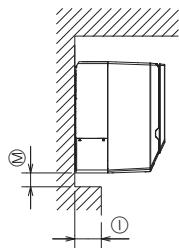

Fig. 2-2
⑤ Sortie d'air : ne placer aucun obstacle à moins de 1 500 mm, 59-1/16 pouces de la sortie d'air.
⑥ Surface du sol
⑦ Mobilier
⑧ Lorsqu'une traverse dépasse du mur de plus de 60 mm, 2-23/64 pouces, une distance supplémentaire est nécessaire car le flux d'air du ventilateur peut créer un cycle court.
⑨ 1 800 mm, 70-55/64 pouces minimum de la surface du sol (pour montage en hauteur)
⑩ 75 mm, 2-61/64 pouces ou plus avec tuyauterie gauche, arrière gauche ou inférieure gauche et installation d'une pompe de vidange en option. (Utilisez le crochet positionné sur la partie inférieure du panneau de montage si la dimension est comprise entre 55 mm, 2-11/64 pouces et 75 mm, 2-61/64 pouces (moins de 55 mm, 2-11/64 pouces : dimension incorrecte). Reportez-vous à la section 3.5. pour plus de détails.)
⑪ 350 mm, 13-25/32 pouces minimum avec installation d'une pompe de vidange en option
⑫ Reportez-vous à la Fig. 2-2